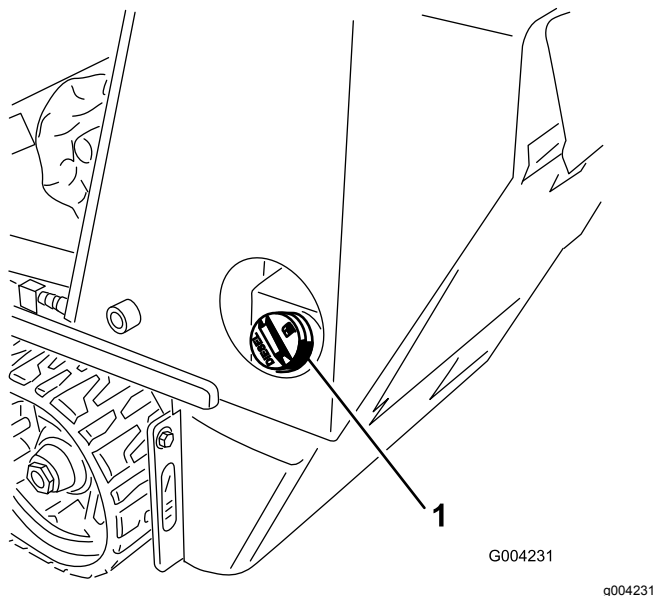

Рисунок 13
3. Очистите области вокруг крышки топливного бака и снимите ее (**Рисунок 13**).